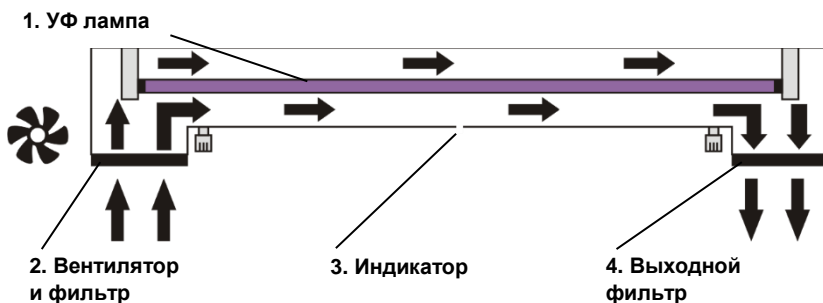

Рисунок 1. Схема работы рециркулятора с УФ лампой.
УФ рециркулятор воздуха состоит из УФ лампы (рис. 1/1), вентилятора и антипылевого фильтра (рис. 1/2), заключенных в специальный корпус. Оператор, работающий с боксом при включенном рециркуляторе, не подвергается воздействию УФ излучения, что позволяет осуществлять постоянную обработку воздуха ультрафиолетом, не прерывая рабочий процесс. В результате циркуляции воздуха на небольшом расстоянии от УФ лампы и наличия отражающих поверхностей внутри воздухопровода, рециркулятор увеличивает плотность УФ лучей, что повышает эффективность инактивирующего действия. Постоянно работающий вентилятор рециркулятора осуществляет 100-кратный воздухообмен объема бокса в течение часа, что обеспечивает максимально асептические условия в рабочем пространстве бокса. УФ лампы бокса не производят озон.
**Примечание.** Работоспособность открытой УФ лампы может быть проверена при выключенной лампе дневного света (выключатель **1** в положении OFF). Для контроля работоспособности лампы внутри УФ рециркулятора используйте индикатор, расположенный посередине рециркулятора (рис. 1/3). Если индикатор светится (выключатель **2** в положении ON) - лампа исправна.